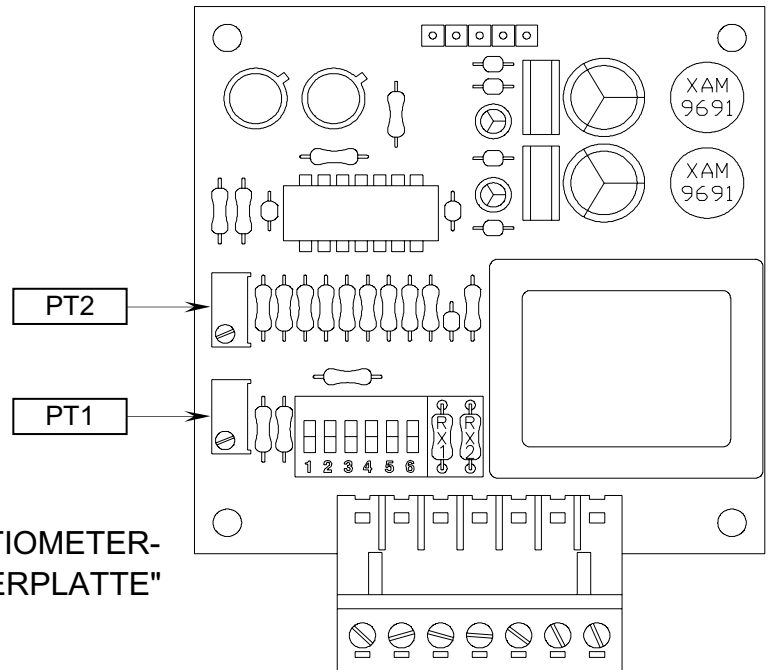

Fig. 8.1.A "POTENTIOMETER-LEITERPLATTE"
2. Die Schraube des Trimmers PT1 drehen (Fig. 8.1.A) und den Zeiger auf 0% der Skala einstellen.
4. Die Schraube des Trimmers PT2 drehen (Fig. 8.1.A) und den Zeiger auf 100% der Skala einstellen.